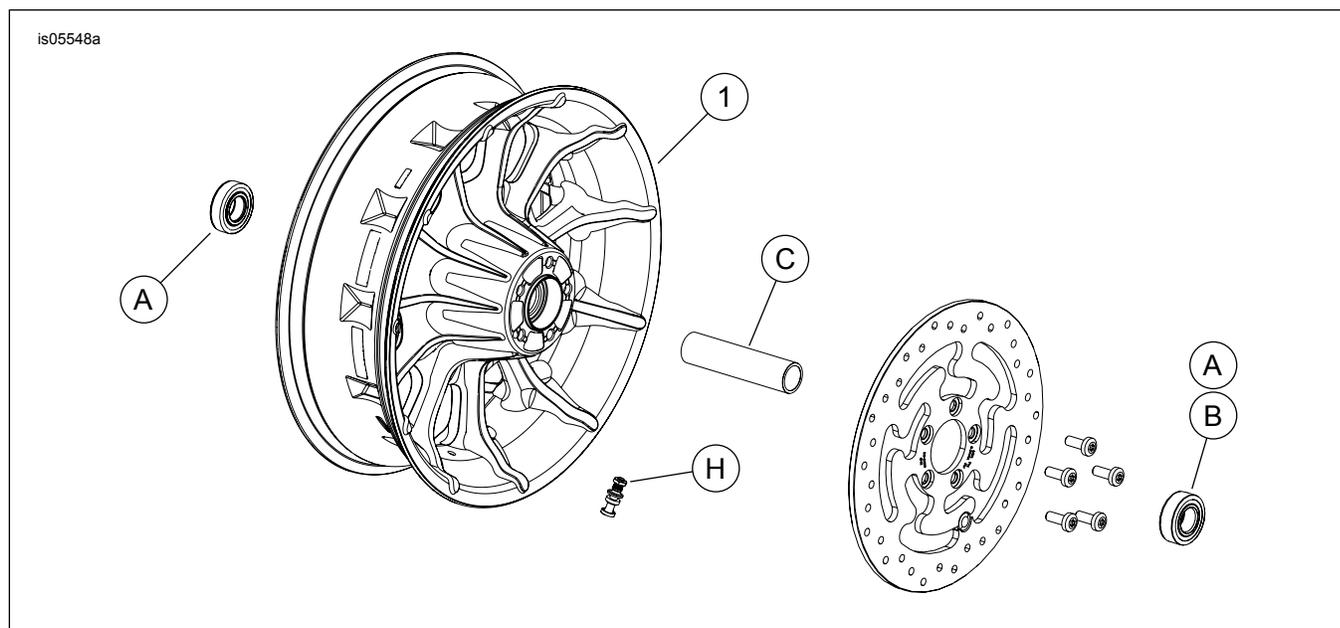

Figure 1. Pièces détachées : Roues arrière Roulette
Voir Figure 1 et les tableaux des pièces détachées.
2. Voir Figure 1. Installer l'ensemble de tige de soupape (H) sur la roue. Voir le manuel d'entretien.